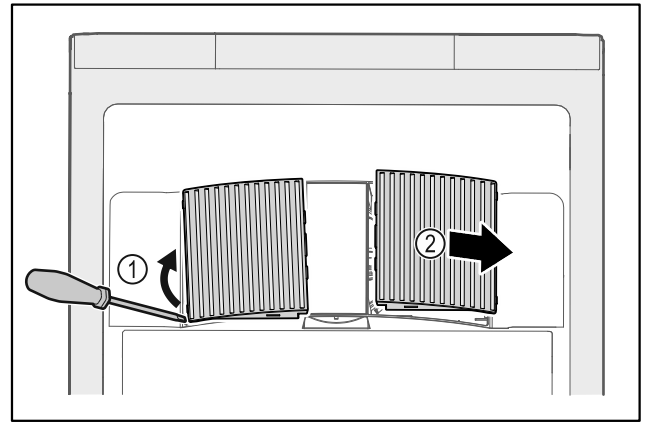

Fig. 125
- ▶ Ventilatorabdeckungen vorsichtig von der Seite heraushebeln Fig. 125 (1) und nach vorne abnehmen Fig. 125 (2).